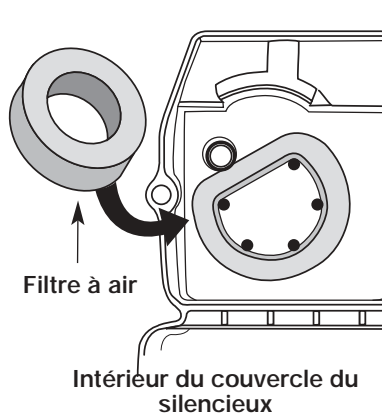

Figure 22
2. Retournez le couvercle et inspectez l'intérieur pour repérer le filtre à air. Retirez le filtre à air de l'intérieur du couvercle du filtre à air/silencieux (Fig. 22).